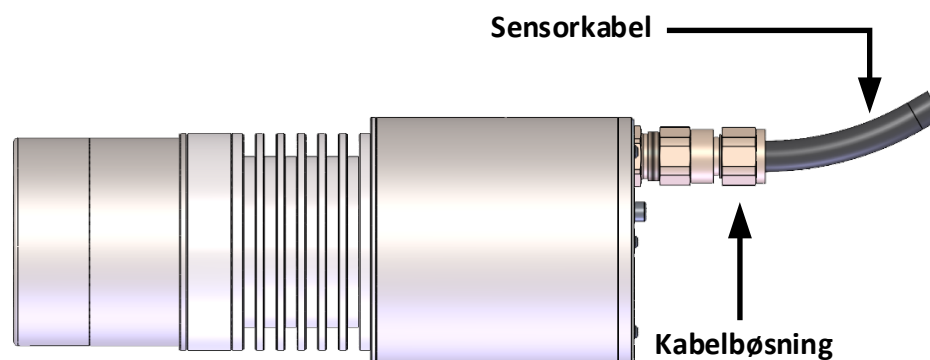

Fig. 3: Sensor kabelpakbøsning
- Når kablet installeres skal brugeren sørge for at bruge den nødvendige kabeltrækaflastning for at beskytte kabelpakbøsningen (Fig. 3). Kablet skal have en minimal bøjningsradius på 90 mm. Enhver bøjning af kablet skal være placeret mindst 25 mm fra kabelpakbøsningen..